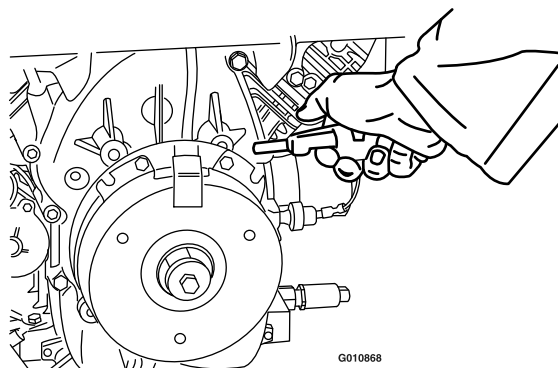

Figura 77
3. Con un compressore d'aria eliminate tutti i detriti presenti sotto il giunto del freno e attorno ai distanziatori (Figura 77).